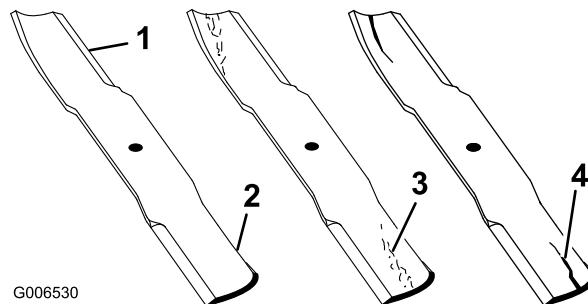

Figura 70
- Inspeccione los filos de corte (Figura 70). Si los bordes no están afilados o tienen muescas, retire las cuchillas y afílelas. Consulte Afilado de las cuchillas (página 56).
- Inspeccione las cuchillas, especialmente la parte curva (Figura 70). Si observa daños, desgaste o la formación de una ranura en esta zona (Figura 70), instale inmediatamente una cuchilla nueva.